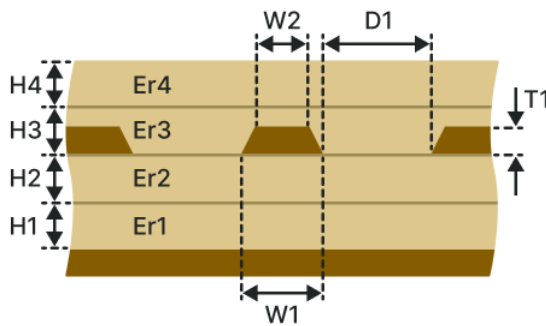

Рис. 171 Копланарная заглубленная ЛП с опорным слоем (КЗОС-2Н2В)
- Копланарная заглубленная ЛП с опорным слоем (КЗОС-2Н2В), см. Рис. 171.